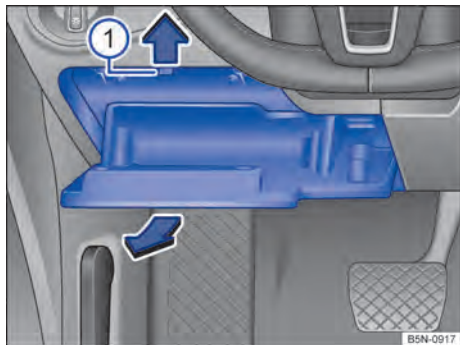

Fig. 220 Cobertura da caixa de fusíveis no painel de instrumentos: veículos com direção à esquerda, à esquerda ao lado do volante.
- Abrir e, caso necessário, esvaziar o porta-luvas do lado do condutor → Fig. 220.
- Pressionar o batente para cima abrir mais o porta-objetos no lado do condutor no sentido da seta e puxar para fora → Fig. 220 .
- Fechar um pouco o porta-objetos no lado do condutor, se necessário empurrar o batente para cima → Fig. 220 .